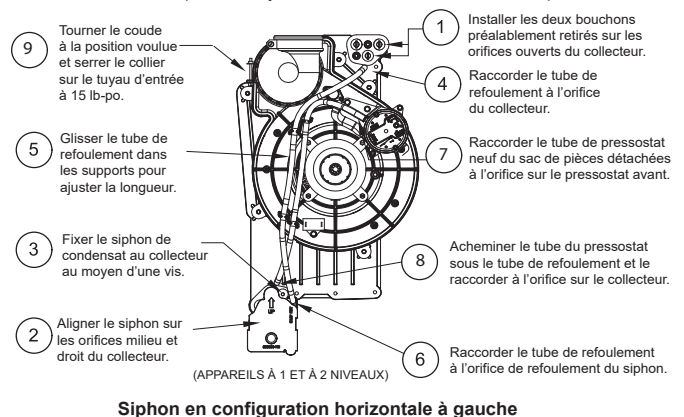

Fig. 11 – Configuration horizontale à gauche (l'apparence peut varier)
Lorsque la chaudière est installée en configuration horizontale à droite, le siphon de condensat est initialement situé au fond du collecteur, comme reçu de l'usine. Consultez l'image du haut de la Fig. 10. Lorsque la chaudière est installée en configuration horizontale à gauche, le siphon de condensat est initialement situé au sommet du collecteur, comme reçu de l'usine. Consultez l'image du haut de la Fig. 11. Dans les deux cas, le siphon doit être repositionné sur le collecteur pour assurer un drainage adéquat du condensat. Consultez les images inférieures de la Fig. 10 et de la Fig. 11.
- La Fig. 11 illustre le siphon de condensat et la tuyauterie avant et après le repositionnement en position horizontale à gauche.